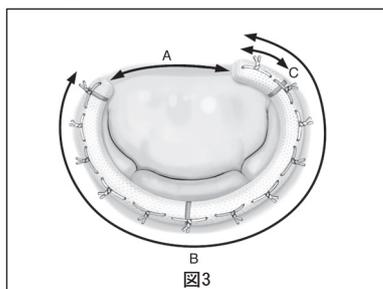

図3
- * このリング（図3）は、aorto-mitral curtain（セグメントA）の下にある僧帽弁に相当する前尖部がアシンメトリックに開いています。リング本体（セグメントB）は前外側交連部から始まり、後内側交連部および線維三角を越え、弁輪前尖部まで至ります（セグメントC）。